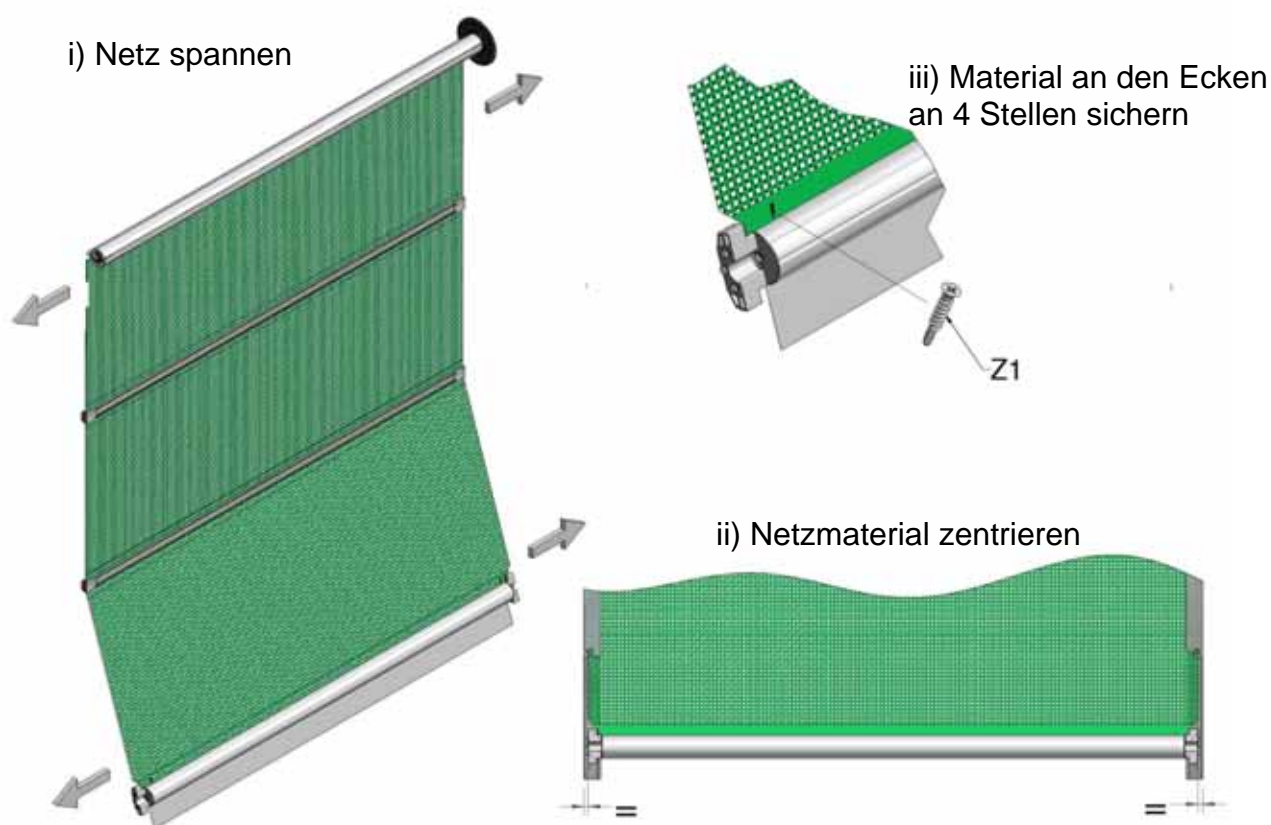

Abbildung 17: Zentrieren des Netzes
16. Tür ganz nach unten fahren und Netzbahn mit den selbstbohrenden Schrauben am oberen und unteren Rohr befestigen. Zur Beseitigung möglicher Falten muss das Material unbedingt seitlich gespannt werden, bevor es befestigt wird (Abbildung 17). Schrauben nur max. 35 mm weit vom Ende aus in das obere Rohr einführen, um eine Beschädigung der Feder zu vermeiden. Ein Ende des unteren Rohrs in die Führungsschiene einführen sowie anheben, und das andere Ende in die gegenüberliegende Führungsschiene einführen. Funktion der Sperrklinken kontrollieren; u.U. muss etwas Material oberhalb des Rohrs weggeschnitten werden, sodass sich der Schwenkarm vollständig schließen kann.